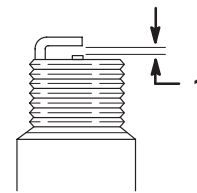

Figure 17
8. Réglez l'écartement des électrodes à 0,76 mm, comme indiqué dans la Figure 17.